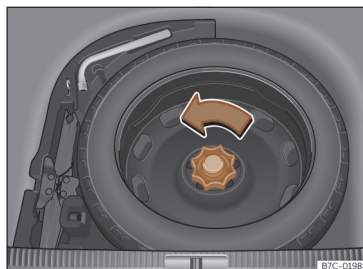

Fig. 230 Na bagageira: piso de carga levantado.
- Mova a roda no sentido contrário ao dos ponteiros do relógio >>> **Fig. 230.**